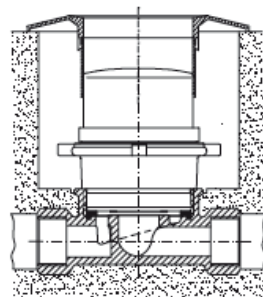

Abb. 3
- 2.12. Rosette auf die Zählwerkshaube bis zum Anschlag schieben (siehe Abb. 3).
- 2.12. Push rosette onto the register cap until it clicks into place (see Fig. 3).